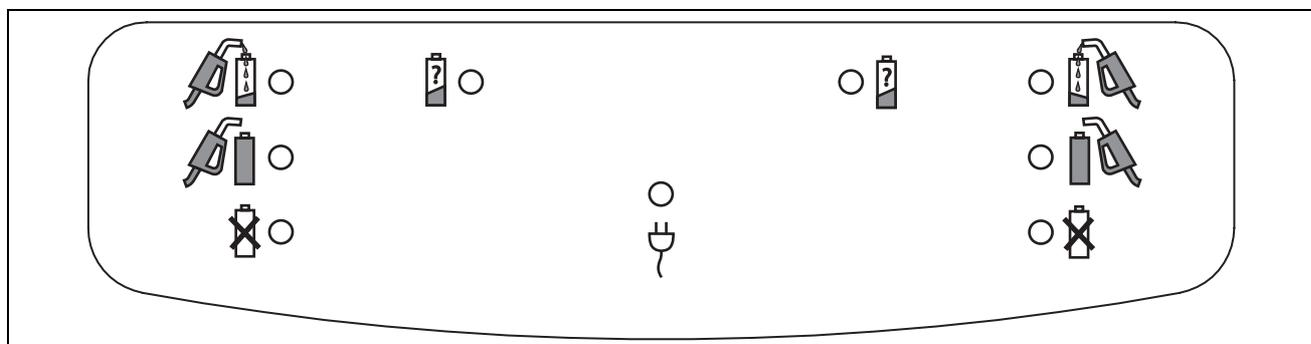

Figure 4-3 Panneau de commandes du chargeur de batterie universel
3. L'état du chargeur de batterie universel est indiqué sur le panneau de commandes (voir Figure 4-3 et Tableau 4-1).